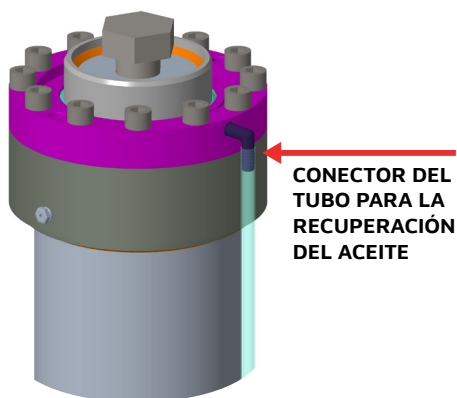

Fig 14
5. Bajando ligeramente la parte superior, apoyar la varilla con la carcasa del revestimiento (Fig. 14).